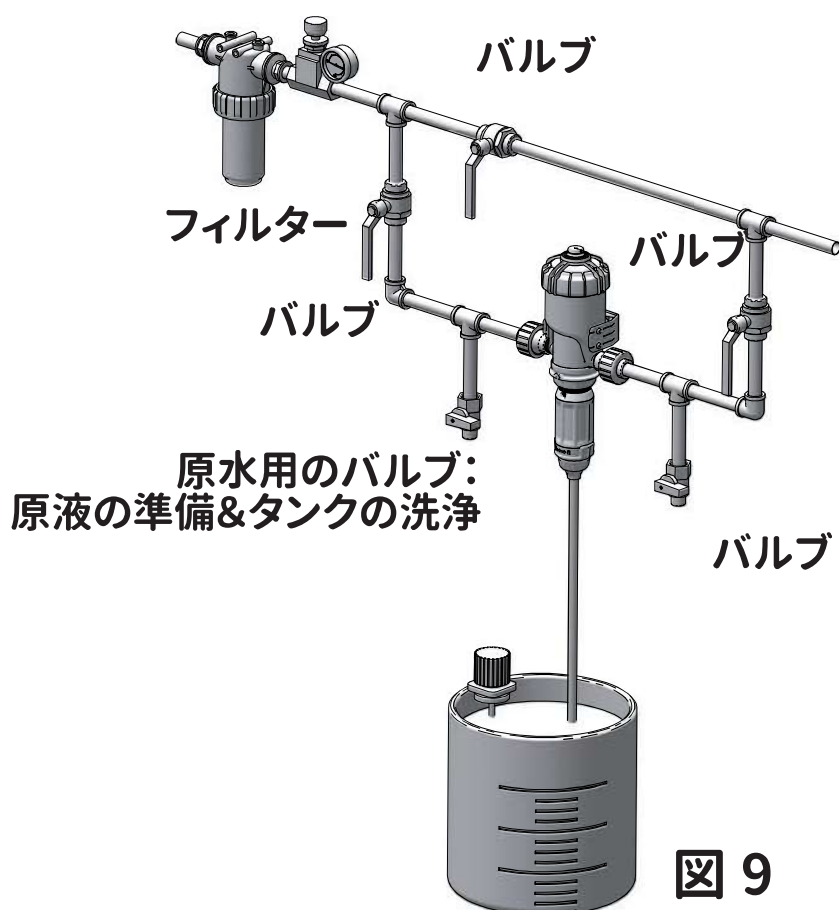

図 9
本機は以下のようにバイパスラインに組み込むことができます(図9)。
- 本機の下流にあるバルブをゆっくり開きます(図9、20ページ)。